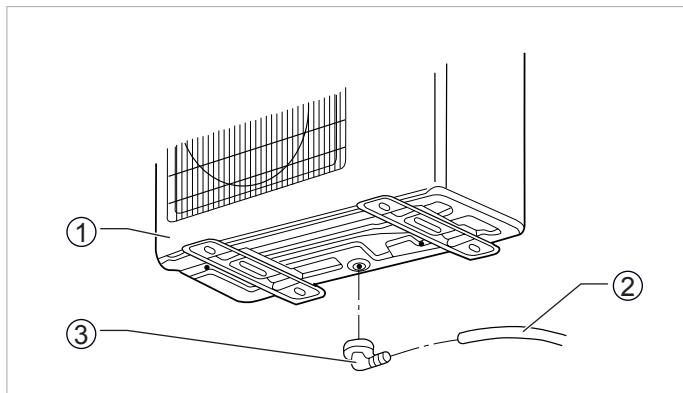

Abb. 10.1 Montage des Ablaufrümmers für den Kondensatschlauch
- Setzen Sie den Ablaufrümmmer in das Loch an der Unterseite des Aussengerätes und drehen Sie ihn um 90 Grad, um ihn zu befestigen (siehe Abbildung 10.1).